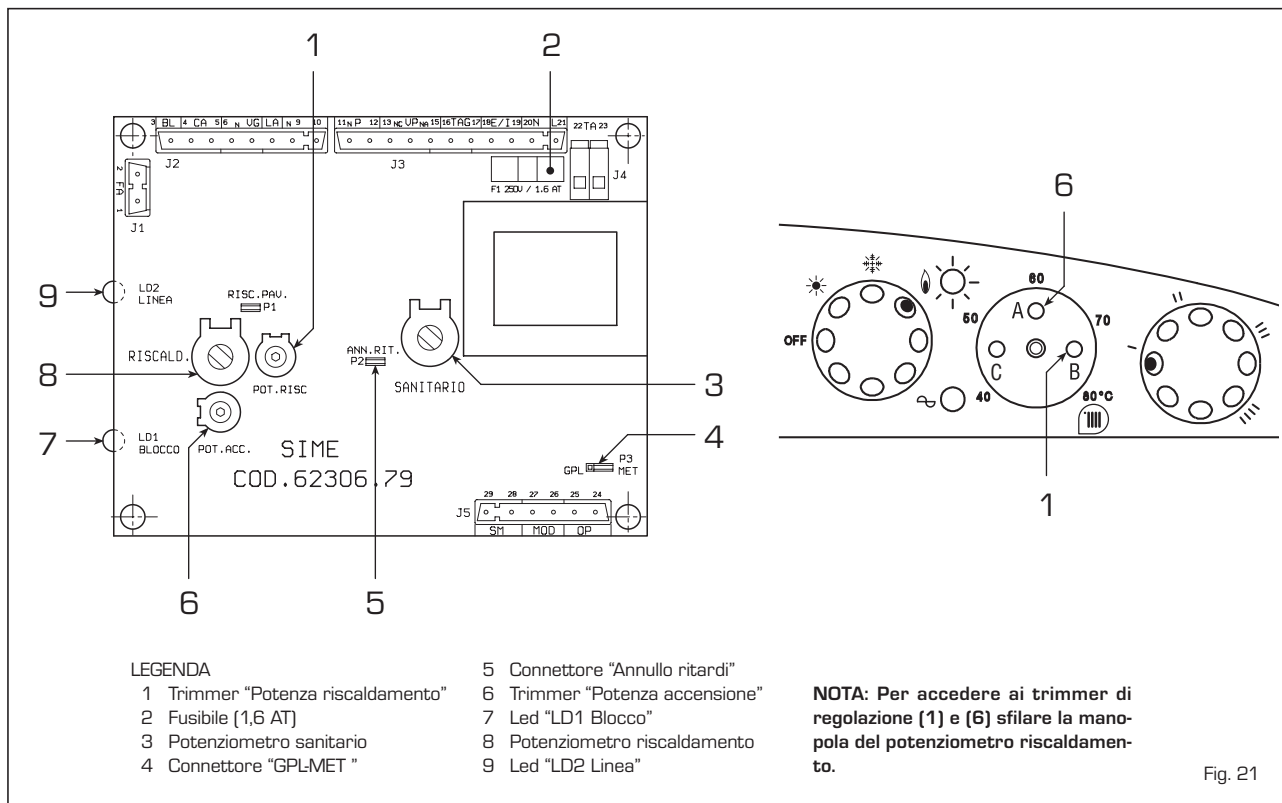

Fig. 21
Agendo sul trimmer (1 fig. 21) la potenza riscaldamento si può variare in funzione delle esigenze dell'impianto.
La scheda elettronica è dotata di led che segnalano un irregolare e/o non corretto funzionamento dell'apparecchio. I led sono disposti sulla scheda e contraddistinti dalla seguente dicitura (fig. 21):
- Trimmer "POT. RISC." (1 fig. 21)
- Trimmer "POT. ACC." (6 fig. 21)
- Connettore "GPMET" (4 fig. 21)
- Connettore "ANNULLO RITARDI" (5 fig. 21)